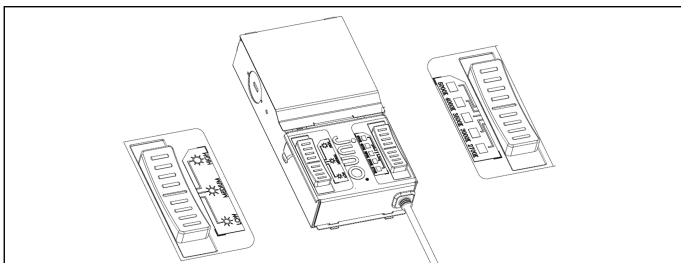

Figure 4 / Figura 4 / Schéma 4
4. Use switch on the driver box (Lumen/CCT option) need to be selected before fixture installation to select appropriate lumen output (High-Medium-Low option) and light color (27K-30K-35K-40K-50K option). (Figure 4)
4. Utilisez le commutateur sur le boîtier de la commande (l'option CCT doit être sélectionnée avant l'installation du luminaire) pour choisir la couleur de la lumière appropriée (27K-30K-35K-40K-50K). (Figure 4)